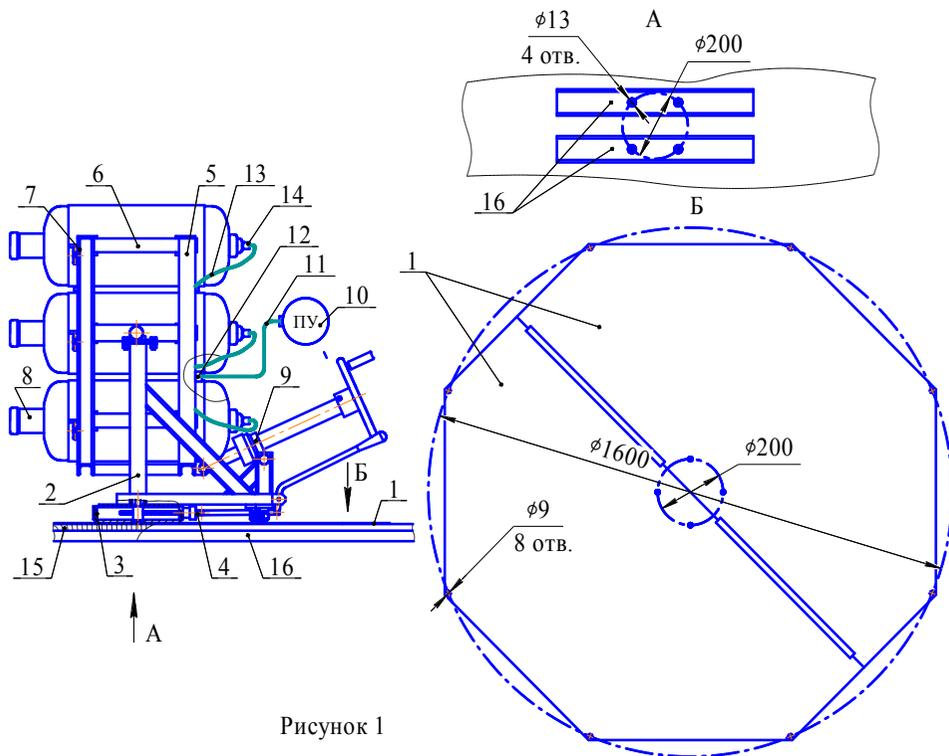

Рисунок 1
8.4 При транспортировании установки со смонтированными МПП необходимо зафиксировать ступень 2 (см. рисунок 1) рычажным механизмом 4, застопорить МПП 8 в направляющих 6 стопорами 7, каркас 5 должен быть установлен в горизонтальном положении при помощи винтового механизма 9. Устройство пусковое 10 с кабелем электрическим соединительным 11 должно быть отсоединено от разъема 12. Сама установка должна быть закрыта защитным чехлом, который фиксируется двумя шнурами капроновыми.
4.1 Установка (см. рисунок 1) состоит из основания 1, обеспечивающего крепление её стационарно или на транспортном средстве, ступени 2, соединённого с основанием 1 шарнирным механизмом 3, позволяющим производить поворот ступени 2 в горизонтальной плоскости относительно основания 1. Рычажный механизм 4 обеспечивает фиксацию поворота ступени 2.
на соответствующую цифровую позицию можно произвести пуск МПП, соединенного с индикатором 9 под выбранным номером. Номера индикаторов промаркированы на электрических разъемах 14 (см. рисунок 1) кабелей 13.
6.3 МПП **8** (см. рисунок 1) устанавливаются и крепятся на установке по окончании её монтажа.